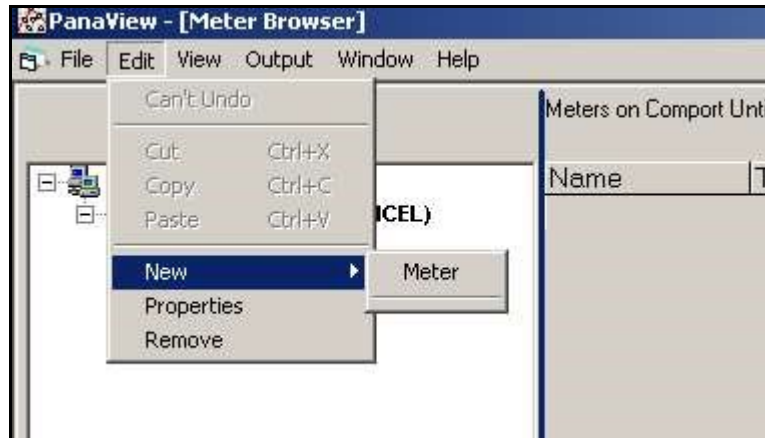

Figure 35: option *New* (Nouveau) du menu *Edit* (Édition)
2. Cliquez sur l'option *New* (Nouveau) du menu *Edit* (voir *Figure 35* ci-dessous).